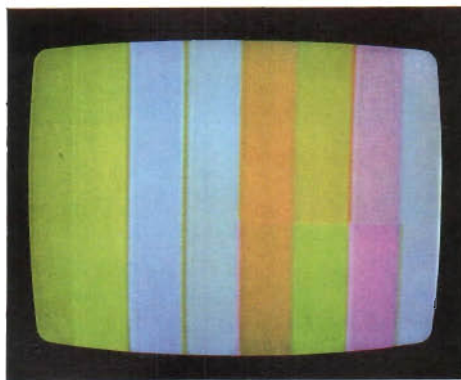
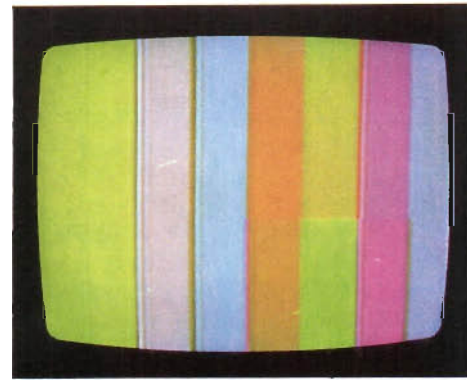

Fig 21. PAL TEST-signalens utseende med korrekt trimmad färgdel.
Fig 22. Do med amplitudfel i fördröjningsledningen.
- a) korrekt trimmad fördröjningsledning och referensfas, se även fig 22.
Om färgdelen i TV-mottagare är korrekt trimmad, skall den bild som erhålls på TV-skärmen överensstämma med fig 21, då PAL TEST-signalen visas. Balk 1 och 2 innehåller —U-signal, som färger skärmen gulgrön. Balk 1 och 3 innehåller +V-signal, som skall balanseras ut och bli noll, om fördröjningsledningen är rätt justerad. Oscillogrammet i fig 16 a visar dessa båda signaler vid rätt- respektive feltrimmad fördröjningsledning. Balk 4 och 8 innehåller inte några krominanssignaler och skall därför vara grå. I fig 22 visas TV-skärmens utseende vid amplitudfel i fördröjningsledningen.